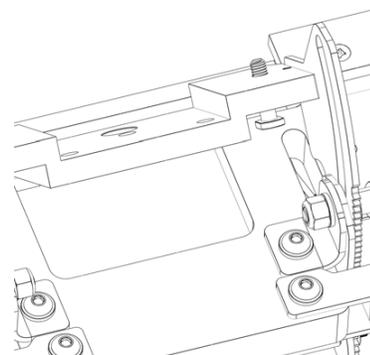
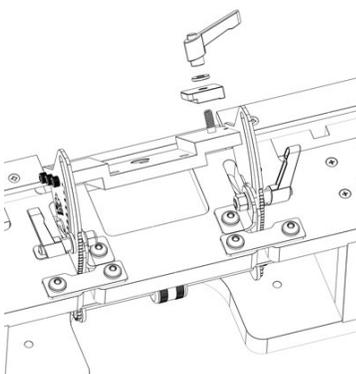
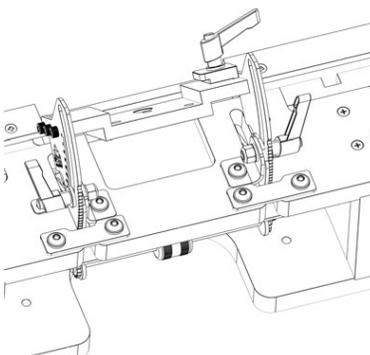

FIG. 6
FIG. 7
FIG. 8
1. Augmentez l'angle à 45 degrés et verrouillez le dispositif de fixation de scie à onglets. Glissez un (1) boulon fileté pour rainure en T (pièce no 10) dans le trou de la plaque d'assemblage universelle (voir figure 6). Placez un (1) bloc de serrage (pièce no 7), une (1) rondelle en acier inoxydable 1/4 po (pièce no 2) (voir figure 7) et une (1) poignée de réglage (pièce no 4) (voir figure 8) sur le goujon fileté. Répétez cette étape de l'autre côté.